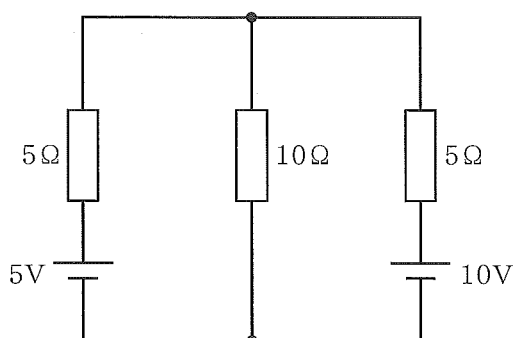

図3
(3) 図3の回路において、 10Ω の抵抗に流れる電流の大きさは何[A]か。